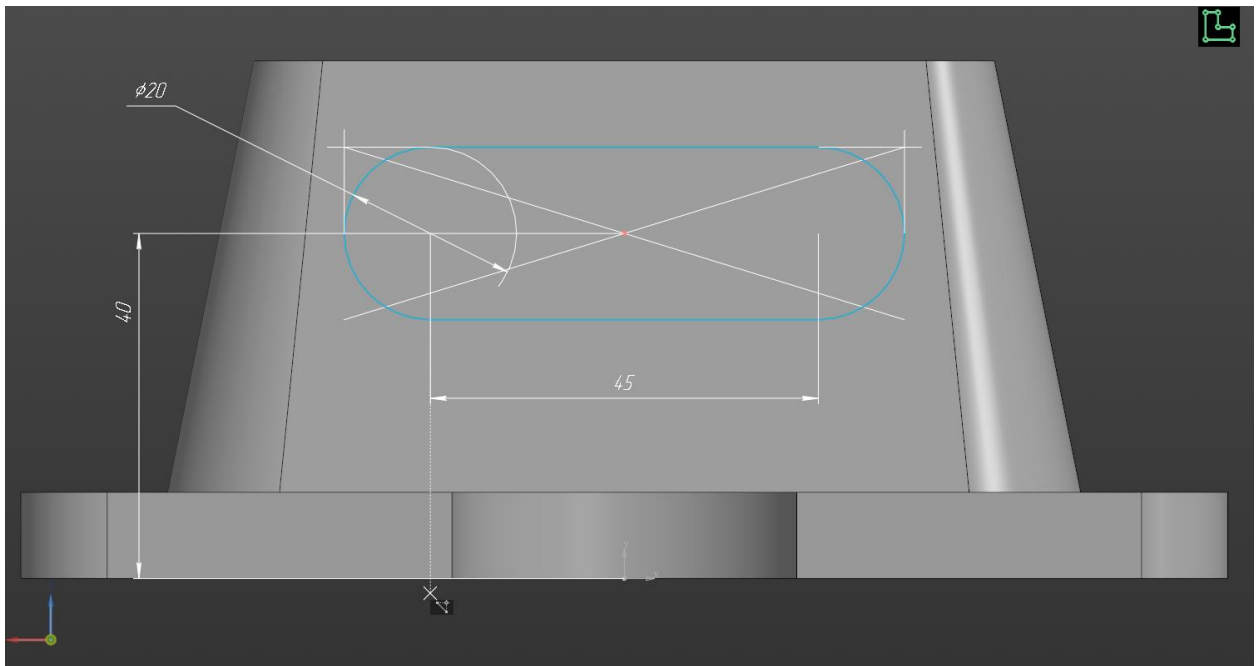

Рис. 9. Эскиз на плоскости XY.
8. На плоскости XY создаем эскиз (Рис. 9.)